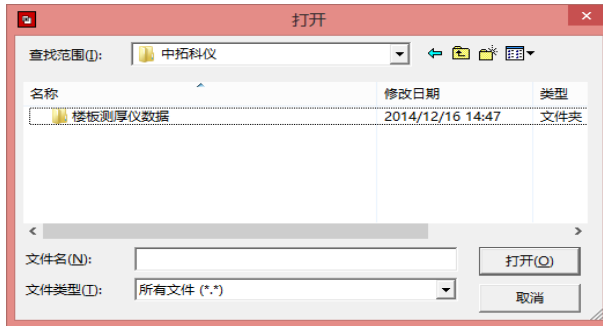

图 4-10
- 1、打开：打开要处理或查看的文件。其操作窗口如图 4-10 所示。